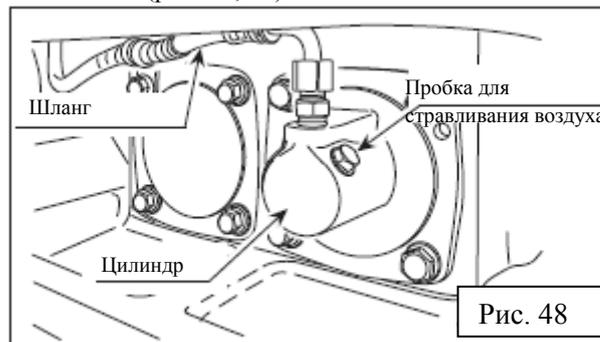

Рис. 48
2. После слива масла поставьте шланг виброустановки на место. Переместите рычаг хода в крайнее переднее положение и подсоедините его к скобе с помощью верёвки (см. рис. 48, 49).
4. Снимите пробку для стравливания воздуха цилиндра виброустановки. Из отверстия начнет выходить масло. После того, как исчезнут пузырьки воздуха, установите пробку на место. Затяните ее (рис. 48).